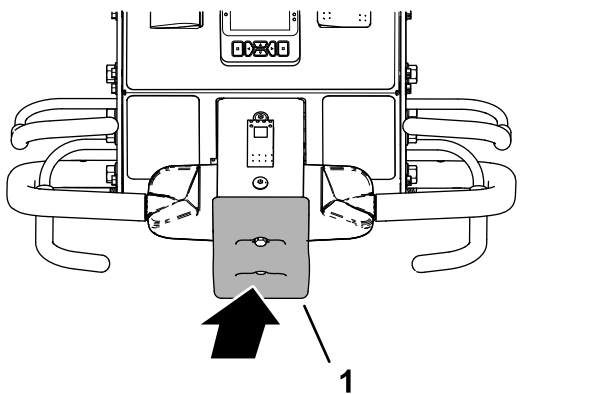

Figura 36
2. În timp ce inei maneta pentru prezenta operatorului i comanda de traciune, acionai comutatorul de oprire la denivelare (Figura 36).